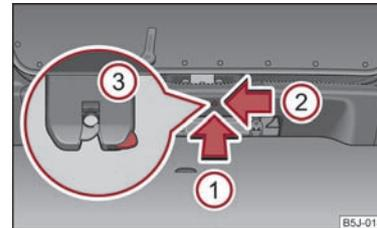

Abb. 16 Notentriegelung der Gepäckraumklappe
- Führen sie in die Öffnung in der Verkleidung in Pfeilrichtung ① ⇒ Abb. 16 einen Schraubenzieher oder ein ähnliches Werkzeug bis zum Anschlag ein.
- Entsichern Sie das Schloss ③ unter der Verkleidung in Pfeilrichtung ②.